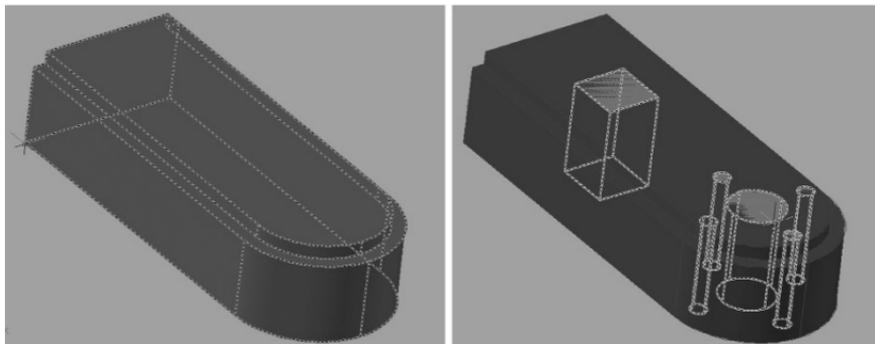

Рис. 7.26. Выдавливание основания плиты и отверстий
- для объединения двух тел выберите команду **Modify** ⇒ **Solids Editing** ⇒ **Union** (Редактирование ⇒ Редактирование тел ⇒ Объединение). Результат представлен на рис. 7.26, слева;
- включите слой с отверстиями и выдавите их также на высоту 35 мм (рис. 7.26, справа).